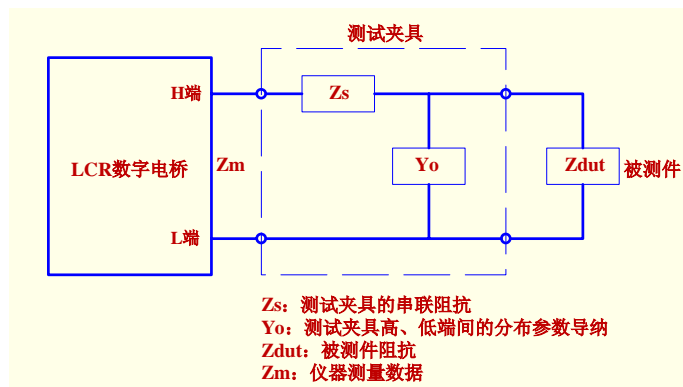

图 5 测试端等效图
- 测试端间的分布参数，该参数使用开路清“0”消除。图 5 表示了仪器测试端等效图。